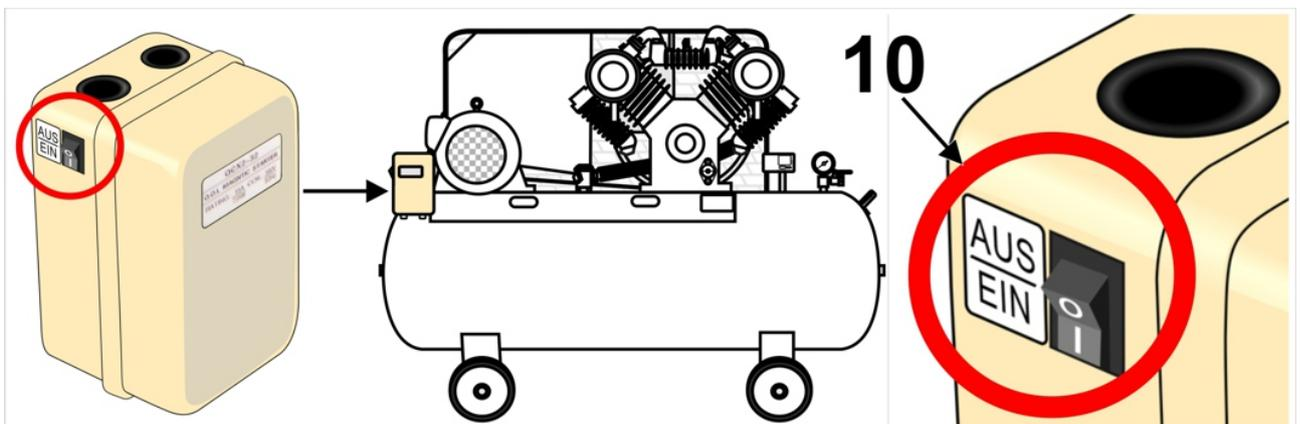

Bild 9
- Um den Kompressor ein- und auszuschalten drücken Sie den Schalter (Bild 9, Nr. 10) *.